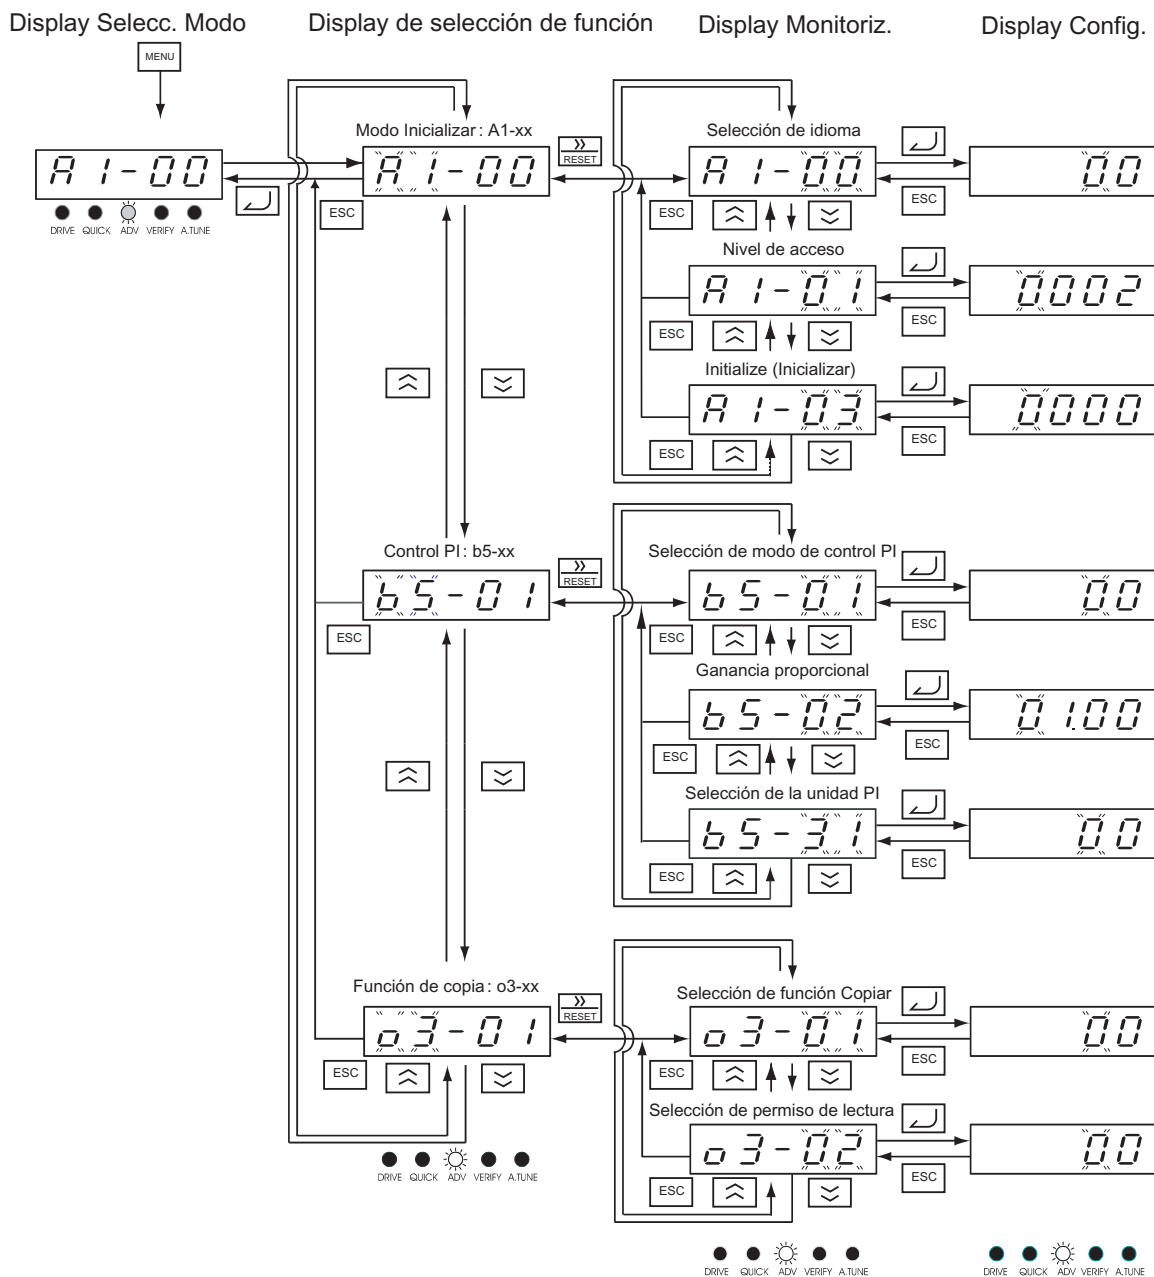

Fig. 3.10 Operaciones en el modo Advanced Programming con el operador digital de LED
*Fig. 3.10* muestra operaciones de ejemplo en el modo Advanced Programming con el operador digital de LED.